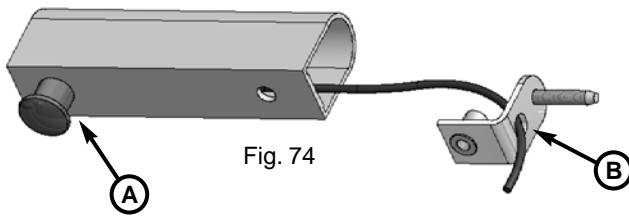

Fig. 74
- Inserte el cable del radio de la fotocélula en el orificio **A** del perfil de aluminio, luego introdúzcalo en la canalización por medio del agujero **B** de la plaqueta de soporte. Inserte el cuerpo del radio en el agujero **A** hasta llevar al tope la zona frontal del radio contra la superficie de aluminio (**Fig. 74**)